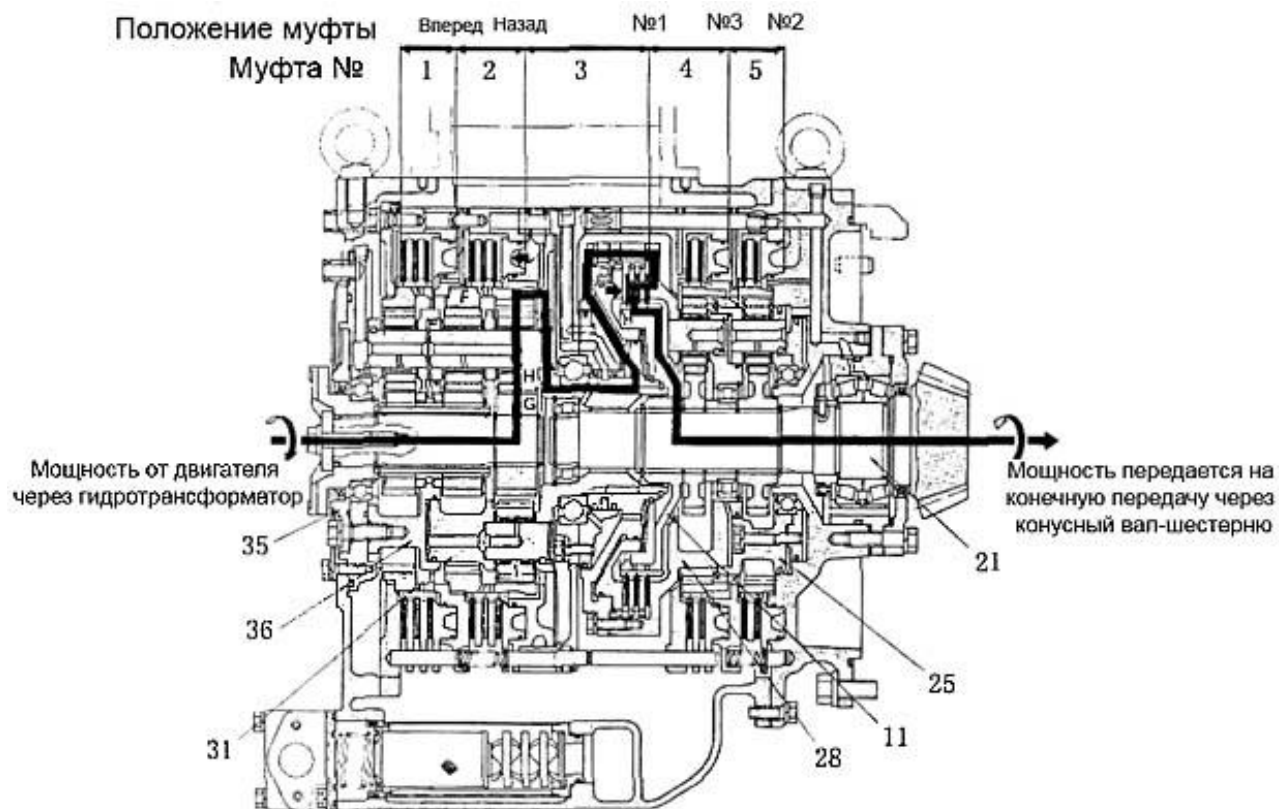

Рис. 5-25
4. Назад, 1-я скорость (рис. 5-25)